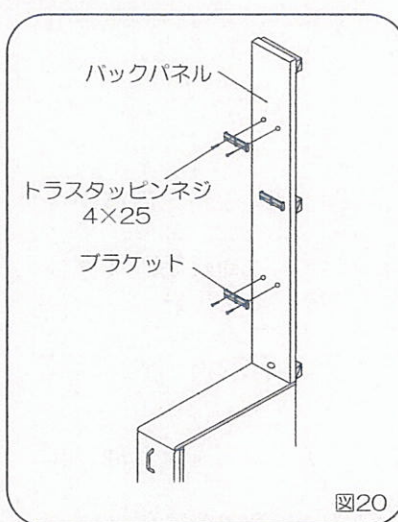

図20
- 5) 残りのバックパネルの穴にブラケットの突起部を合わせネジ（トラスタッピンネジ4×25）でそれぞれバックパネルへ固定してください。（図20）